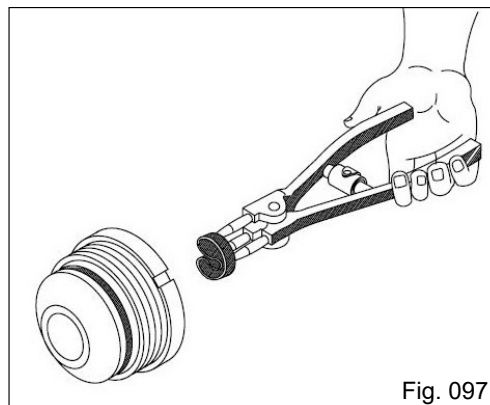

Fig. 097
- Introduza a gaxeta na furação do guia da haste até a altura do alojamento e solte a gaxeta acomodando-a no lugar (Fig. 097);